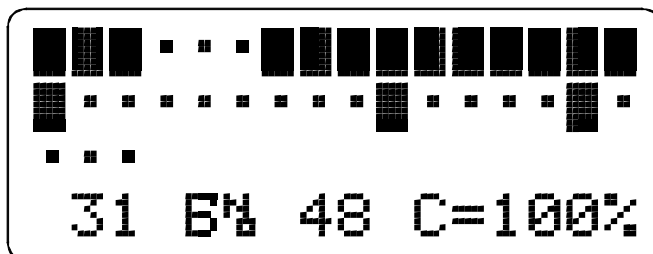

Рис.13 Подменю "Датчики" общее
2.2.3.3 Другая форма отображения состояний датчиков лифта включается при нажатии клавиши [ 6 ] в меню "Команды комплекса" (см. Рис.13). Тёмное знакоместо означает, что соответствующий датчик в состоянии логической 1 (или есть напряжение), точка означает, что соответствующий датчик в состоянии логического 0 (или нет напряжения).